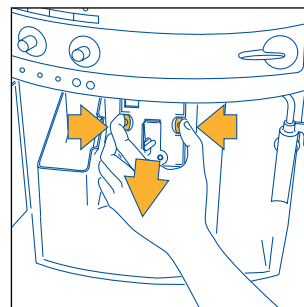

Fig.29
- tryk på siden af de to røde taster og ind mod midten til frigørelsen af infusionsenheden (fig. 29) og fjern infusionsenheden ved at trække den udad;